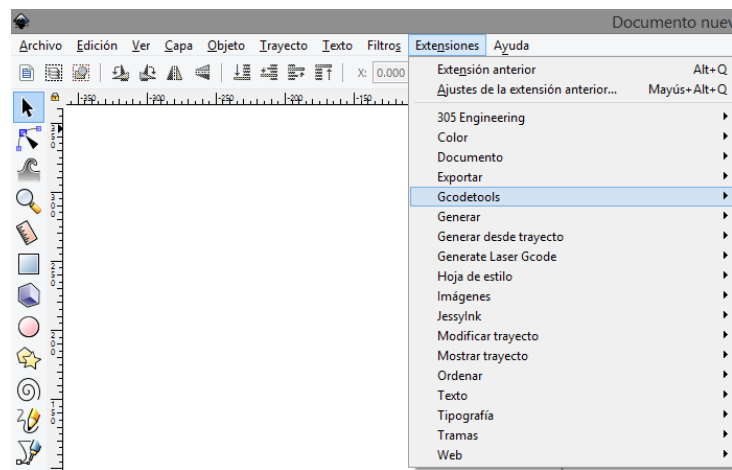

Figura 6.10. Selección de la extensión Gcodetools
9. En el menú principal, seleccione Extensiones, y después Gcodetools, figura 6.10.